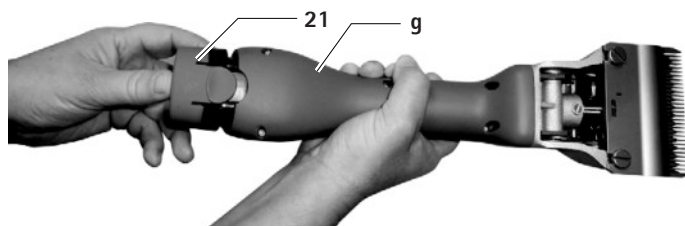

Fig. 2
- Scoateți acumulatorul Li-Ion 21, încărcați-l și/sau introduceți un acumulator Li-Ion GT641 (3INR19/66-1) de rezervă încărcat în mașina de tuns cu acumulator **g**, vezi Fig. 2.